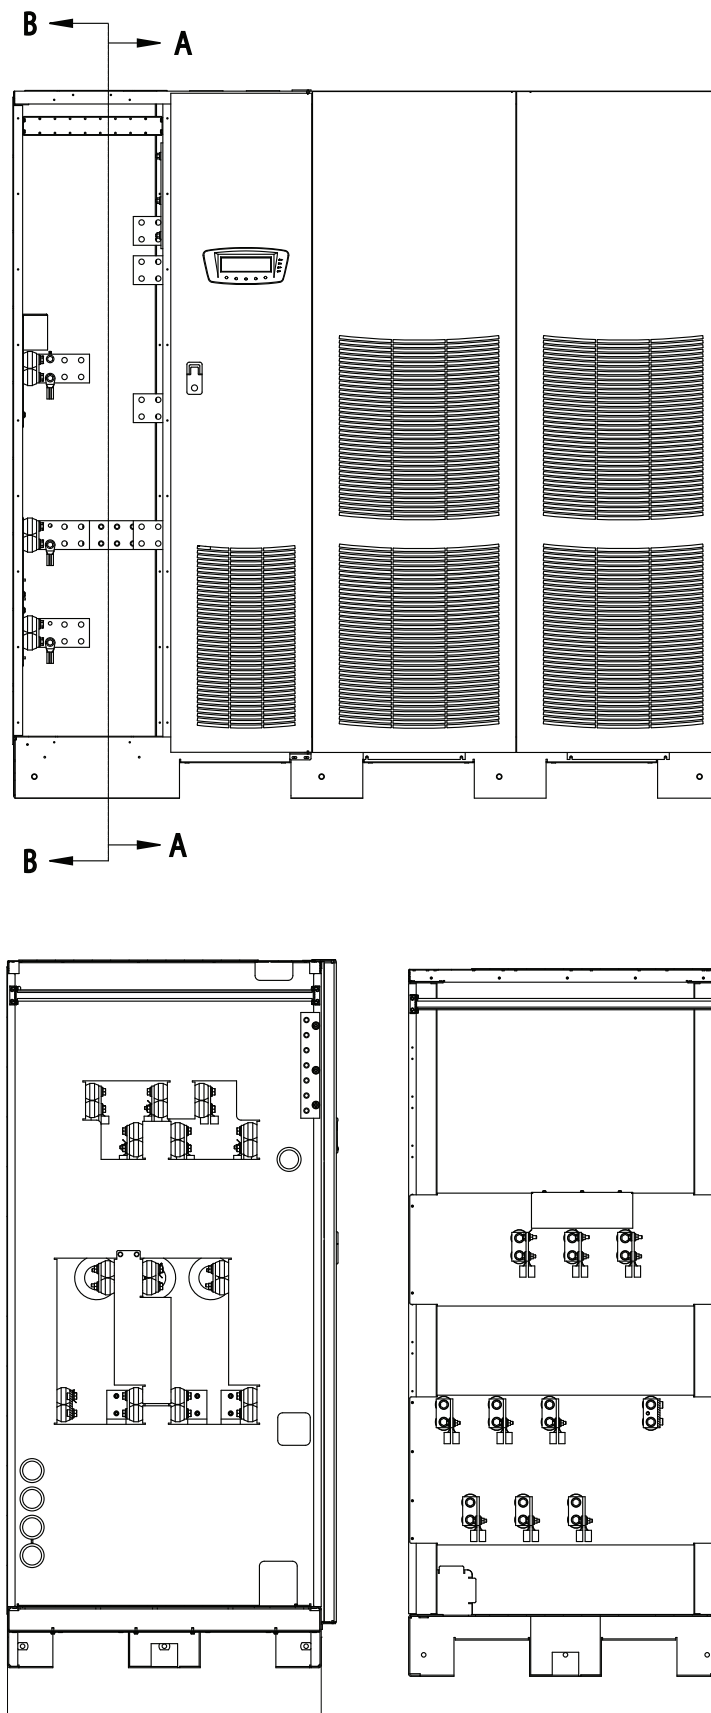
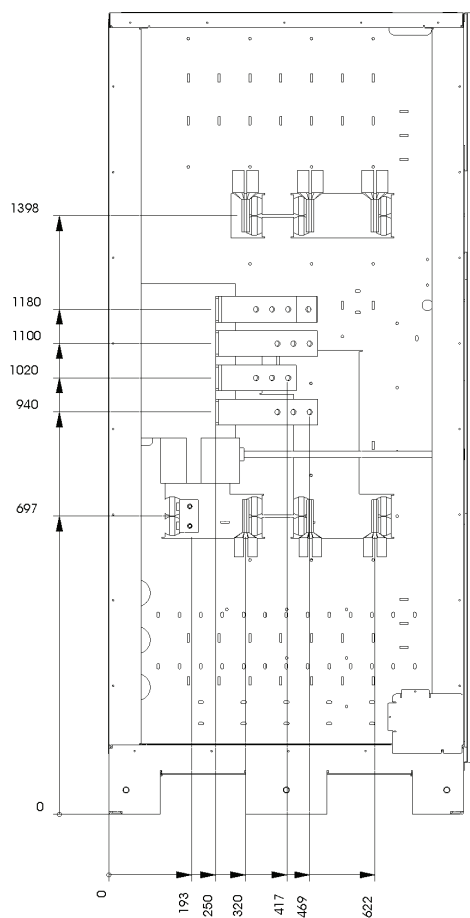

Рис. 4-7. Расположение клемм питания ИБП - отдельный выпрямительный ввод
Рис. 4-9. Вид сбоку. Расположение клемм питания ИБП, версия MBS
2. Проведите входной и выходной кабели сверху или снизу шкафа к клеммам ИБП. Для получения информации о доступе к проводке и расположении клемм общего питания через выпрямитель см. Рис. 4-4 - Рис. 4-9, а для получения информации о расположении клемм отдельного питания через выпрямитель см. Рис. 4-7.
2. Проведите и подключите кабели аккумулятора между ИБП и аккумуляторными шкафами согласно инструкциям в руководстве по установке интегрированного аккумуляторного шкафа Eaton 9395 (модель IBC-L). Для получения информации о доступе к проводке и расположении клемм см. Рис. 4-4 - Рис. 4-9.
5. Проведите и подключите кабели аккумулятора между ИБП и аккумуляторной системой. Для получения информации о доступе к проводке и расположении клемм см. Рис. 4-4 - Рис. 4-9 .